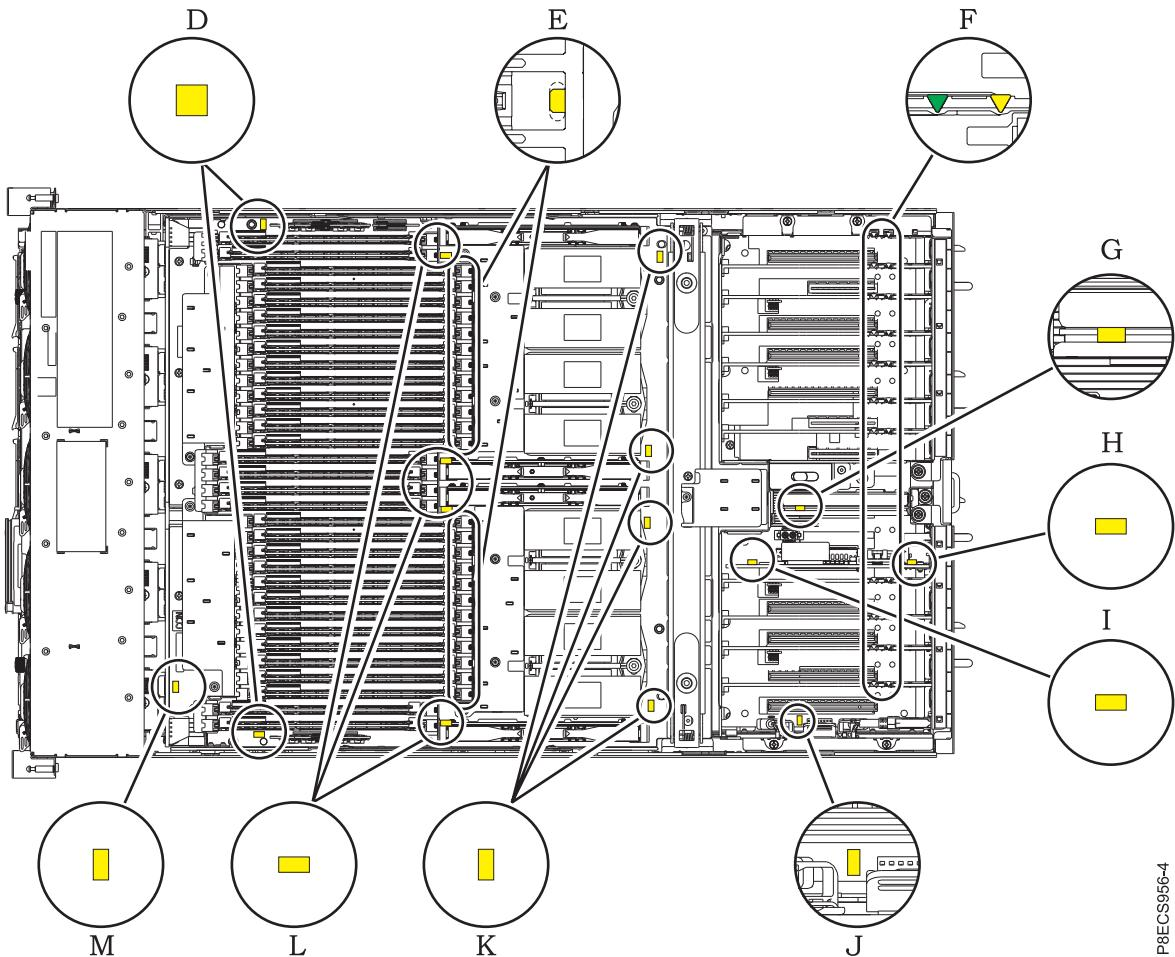

図 3. サービス・インディケーター LED
3. 取り外すシステム・プロセッサー・モジュールのオレンジ色の LED (J)を探します。6 ページの図 3 を参照してください。